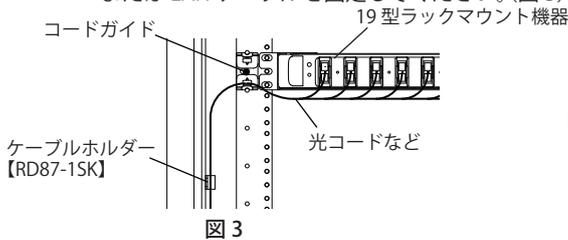

図3
1. スプライスユニットなどの 19 型ラックマウント機器の横にコードガイドを取付けてください。(図3)
【ご注意】 光コードまたは LAN ケーブルに張力がかからないように、別途システムラックに取付けたケーブルホルダー【RD87-1SK】などで光コードまたは LAN ケーブルを固定してください。(図3)